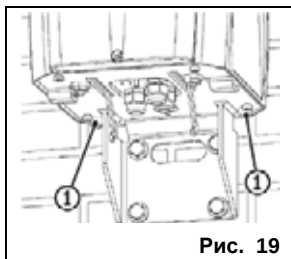

Рис. 19
7. Затянуть два винта с задней стороны модуля (рис. 19, поз. 1).